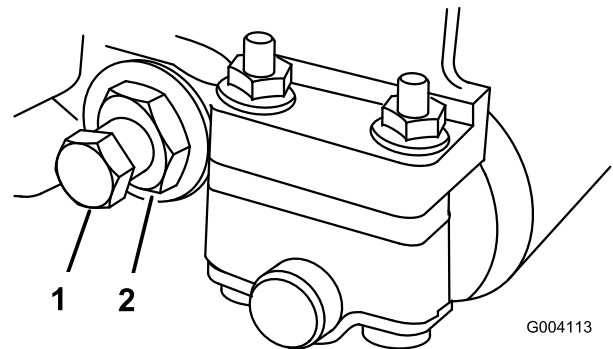

Figura 66
2. Afloje la tuerca de tensado del muelle hasta que el muelle deje de presionar la arandela contra la barra de asiento (Figura 66).
3. En cada lado de la máquina, afloje la contratuerca que fija el perno de la barra de asiento (Figura 66).